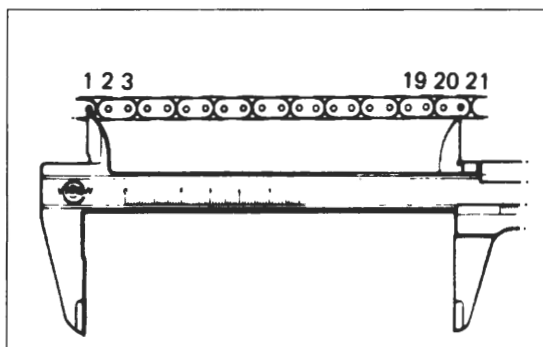

Bild 56
- 🛠 Um Kettenverschleiss zu messen, Achsmuttern und Sicherungsmuttern lösen und Spannerschrauben gleichmässig anziehen, bis Kette ganz gespannt ist. Länge über 21 Nietbolzen (20 Abstände) messen: Verschleissgrenze 319,4 mm (Bild 56).